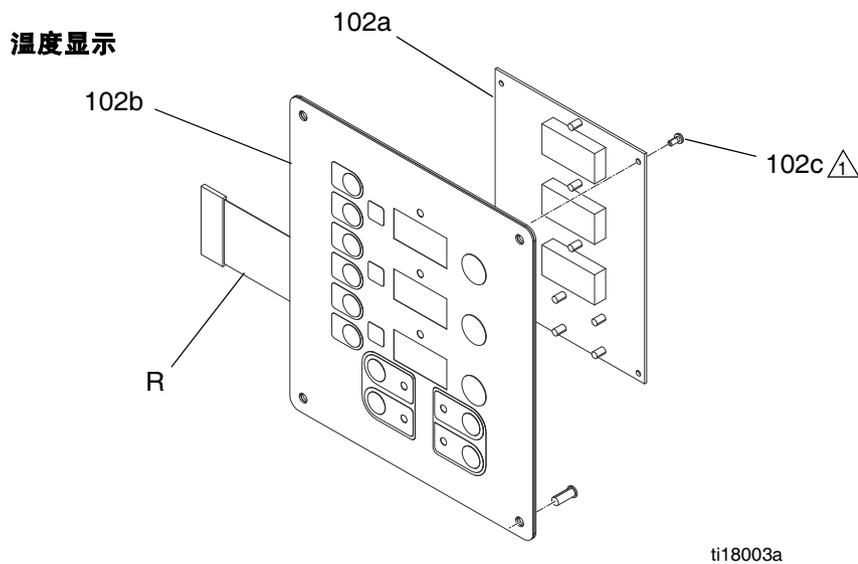

图 17. 显示模块
5. 从显示模块的左下角断开主显示电缆 (106) 的连接，请参见图 17，第 40 页。
6. 卸下螺钉 (116) 和盖 (105)；请参见图 17，第 40 页。
7. 断开温度显示窗 (102) 背面的电缆连接器。参见图 17。
8. 从显示窗的背面断开带状电缆 (R) 的连接，请参见图 17，第 40 页。
9. 卸下螺母 (103) 和面板 (101)。
10. 拆下显示窗，详情参见图 17，第 40 页。
12. 按相反次序重新组装，请参见图 17，第 40 页。在所示位置涂抹中等强度的螺纹密封剂。一定要用螺钉 (107) 将显示电缆的接地接线 (G) 牢固固定在电缆套和盖 (105) 之间。